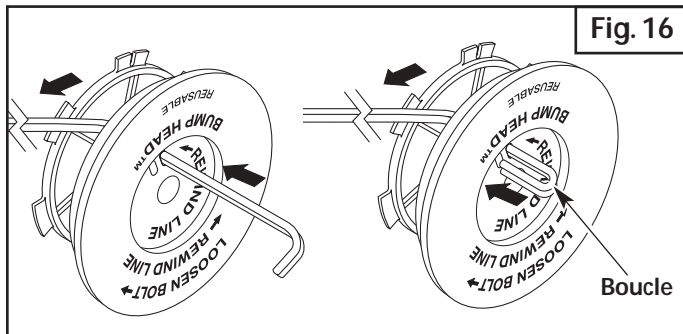

Fig. 16
8. Découpez environ 3,65 m (12 pi) de fil neuf. Insérez une extrémité de fil dans l'un des deux trous du moulinet intérieur (Fig. 16). Tirez le fil jusqu'à ne laisser que 10 cm (4 po) environ.
9. Insérez l'autre extrémité du fil dans le trou ouvert du moulinet et tirez sur le fil pour que la boucle soit le plus petit possible (Fig. 16).